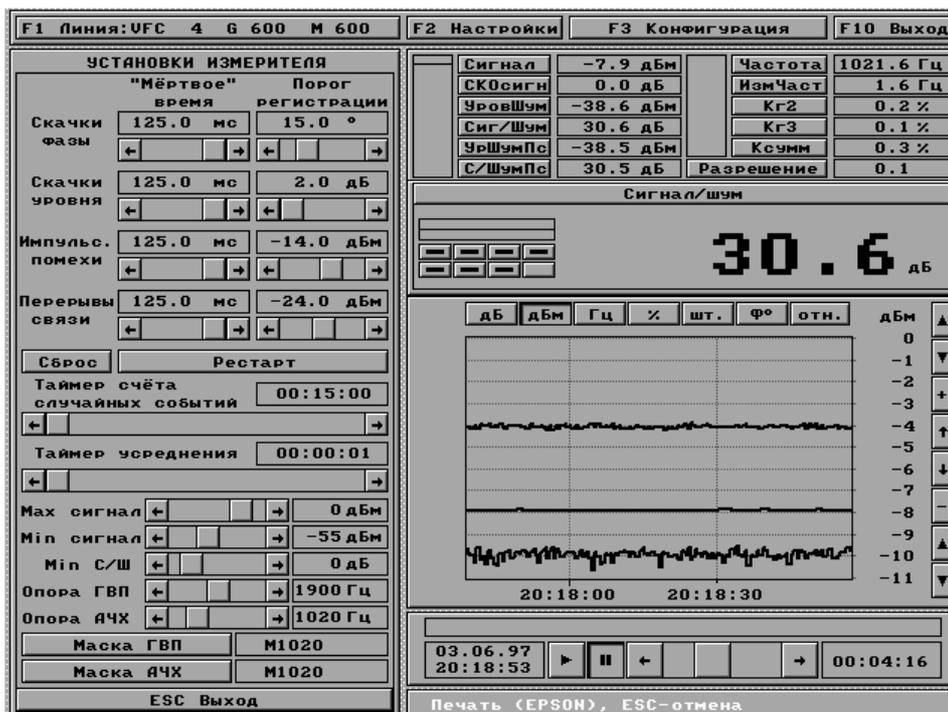

Рис. 15 Настройка измерителя и блока автоматического распознавания вида измерительного сигнала
Для обеспечения автоматического распознавания вида измерительного сигнала на панели **УСТАНОВКИ ИЗМЕРИТЕЛЯ**, появляющейся после нажатия кнопки **F5 Измерит.** или клавиши «F5» на клавиатуре в режиме индикации результатов (см. Рис. 15), следует установить параметры: **Max сигнал**, **Min сигнал** и **Min C/Ш**.
- 1) Для основных параметров (Сигнал, СКОсигн, УровШум, Сиг/Шум, УрШумПс, С/ШумПс, Частота, ИзмЧаст, Кг2, Кг3, Ксумм) нужно нажать соответствующую кнопку наименования параметра, при этом над окном временной развертки откроется панель с цветовым меню (спектральная диаграмма будет закрыта этой панелью - см. Рис. 15), позволяющая выбрать цвет графического представления параметра на временной диаграмме (для отмены графического представления параметра используется кнопка с "пустым" цветом); в этом же окне индицируется цифровое значение параметра крупными символами.